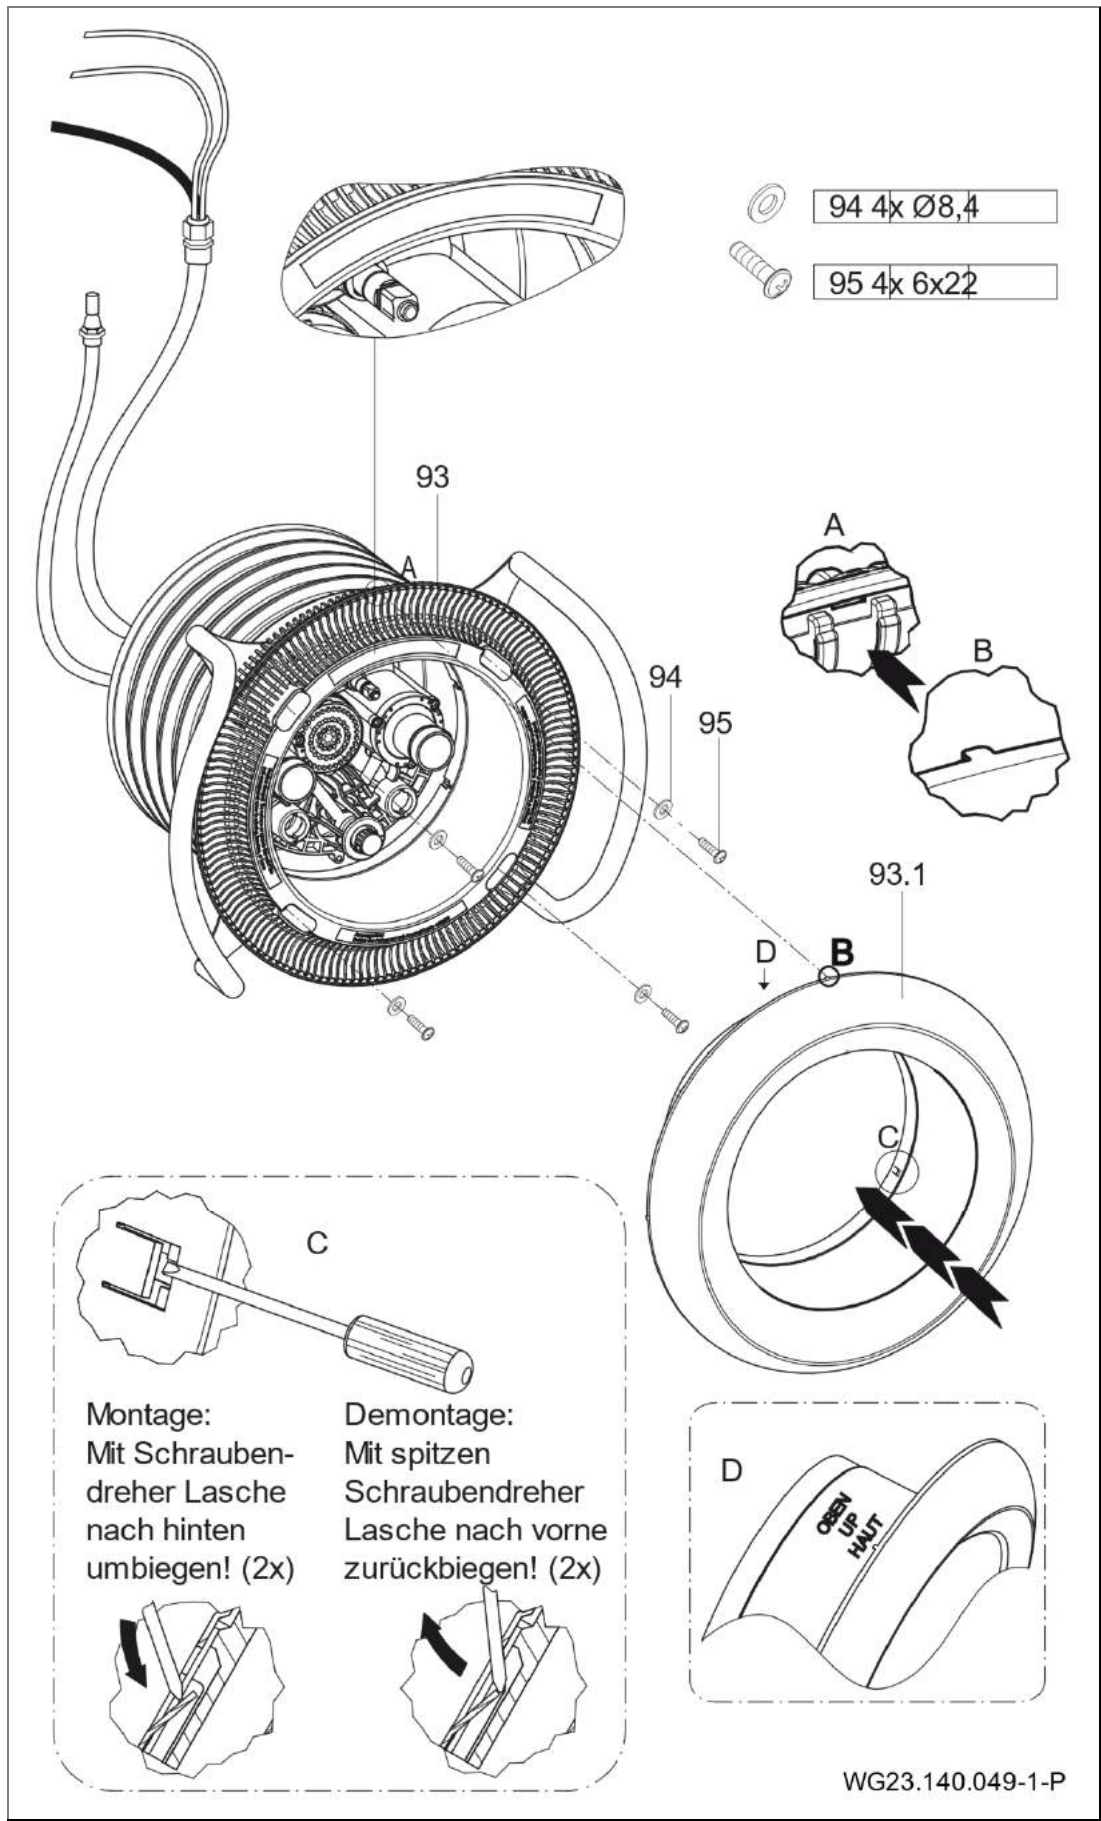
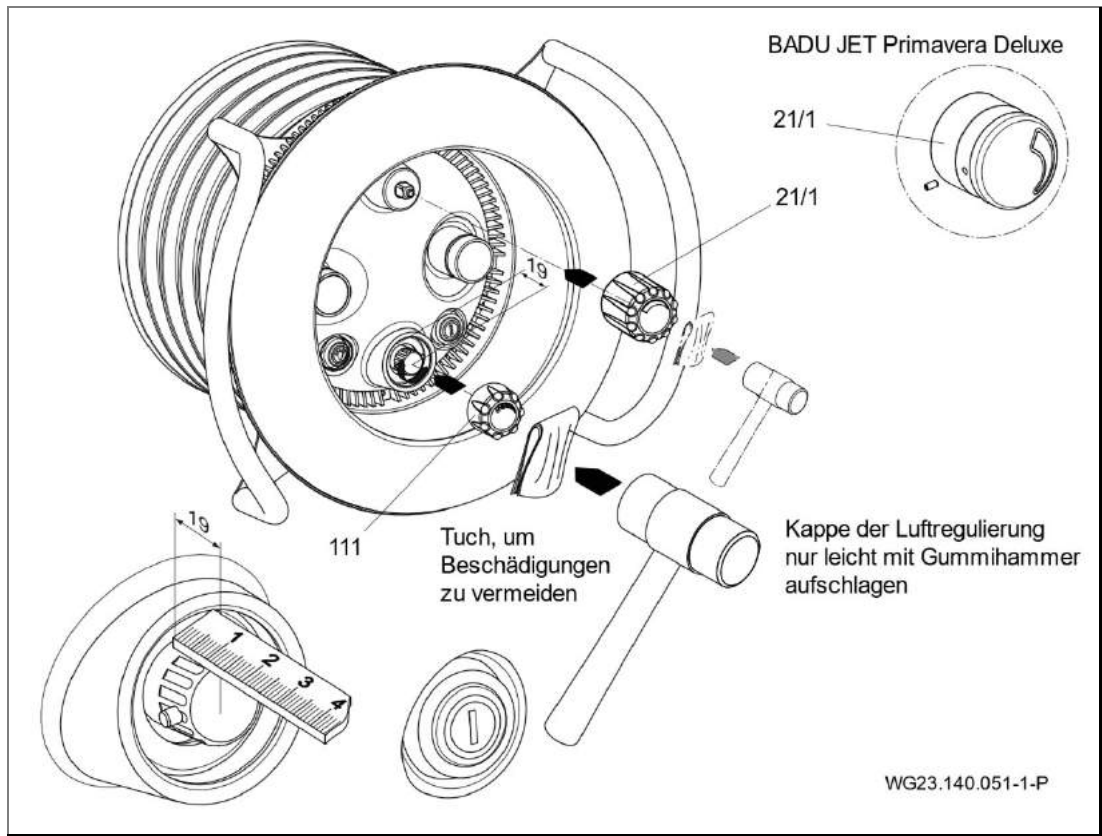

Abb. 18
Abb. 20
9. Ansaugblende (93) auf dem Spannring (28) ansetzen und mit vier Unterlegscheiben (94) und vier Schneidschrauben (95) befestigen. (Abb. 18)
10. Edelstahlblende (93.1) mit vorstehenden Zentriernoppen auf den vorhandenen Aussparungen der Ansaugblende (93) ausrichten und von Hand aneinanderpressen. Markierung "OBEN" auf der Edelstahlblende beachten. Zur Arretierung der Blende die zwei seitlichen Bieglaschen mit einem Schraubendreher nach hinten umbiegen. (Abb. 18)
12. Primavera: Kappe für Mengen- (21/1) und Luftregulierung (111) mit Hilfe eines Gummihammers und Schutztuches befestigen. (Abb. 20)
1. Kappe für Mengen- (21/1) und Luftregulierung (111) abziehen. Bei der BADU JET Primavera Deluxe muss vor dem Abziehen der Kappe die Madenschraube gelöst werden. Siehe "Abb. 20"
2. Schneidschrauben (112) lösen und Lichtabdeckung (110) abnehmen.
3. Die zwei seitlichen Bieglaschen der Edelstahlblende nach vorne zurückbiegen und Edelstahlblende abnehmen. Siehe "Abb. 18"
4. Schneidschrauben (95) lösen und Ansaugblende (93) und Haltegriff (70) abnehmen.
5. Bei Bedarf die Schneidschrauben (61) lösen. Düsengehäuse (102.1) abnehmen. Dabei auf die innere Luftleitung (4) achten, die am Einbaugehäuse (1) befestigt ist.
6. Schrauben (52) lösen. Haltegriff (70), Spannring (28) und Spannringdichtung (27) abnehmen.